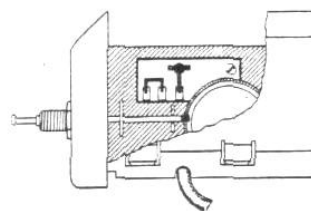

Abb. 10
1. Heizkreis im Empfängerteil nach Abbildung 10 oder 11 umschalten.